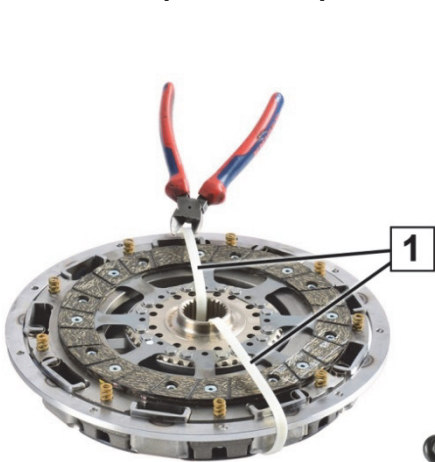
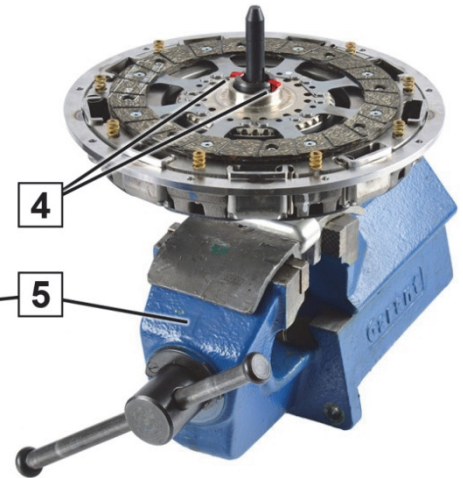

Fig. 1: Transportsikring
Fig. 3: Sperre fast spesialverktøy
4. Ta av dobbeltskivekoplingen (12) og fest den med spesialverktøyet (3) i skruestikke (5) (fig. 3).
1. Legg dobbeltskivekoplingen (12) med clutchskiven oppover på arbeidsbenken (fig. 1).
3. Fjern transportsikring kabelstripsene (1) (fig. 1).
4. Dra i trekknappen (2) for å løsne sperren (4) til spesialverktøyet (3).
5. Trykk dobbeltskivekoplingen med sporet på spesialverktøyet (3), til sperren (4) fikserer dobbeltskivekoplingen (fig. 3).